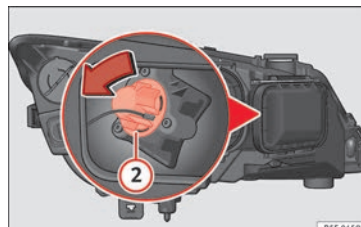

Bild 106 Glödlampa till blinkers
- Vrid lamphållaren » bild 106 ② till vänster och dra.